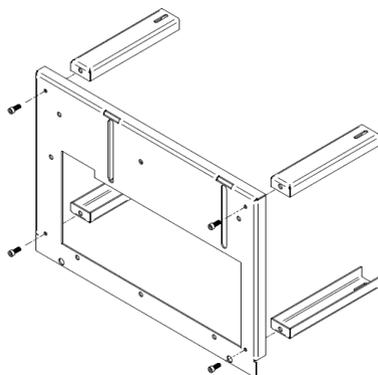

Figura 33 – Montagem mesa auxiliar
1. Proteger a superfície sobre a qual se vai trabalhar. Deve unir-se as quatro pernas da mesa com quatro parafusos DIN912 M8x20mm como mostra a figura 33, deve-se apertar apenas com as mãos, para ser mais fácil de executar o resto da montagem do conjunto. Tal como indicado na figura 33.